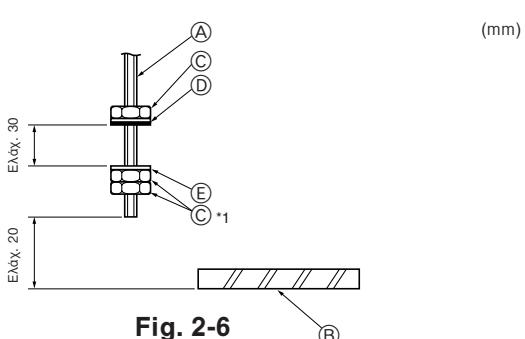

Fig. 2-6
2.4. Τρόπος ανάρτησης της μονάδας (Fig. 2-6)